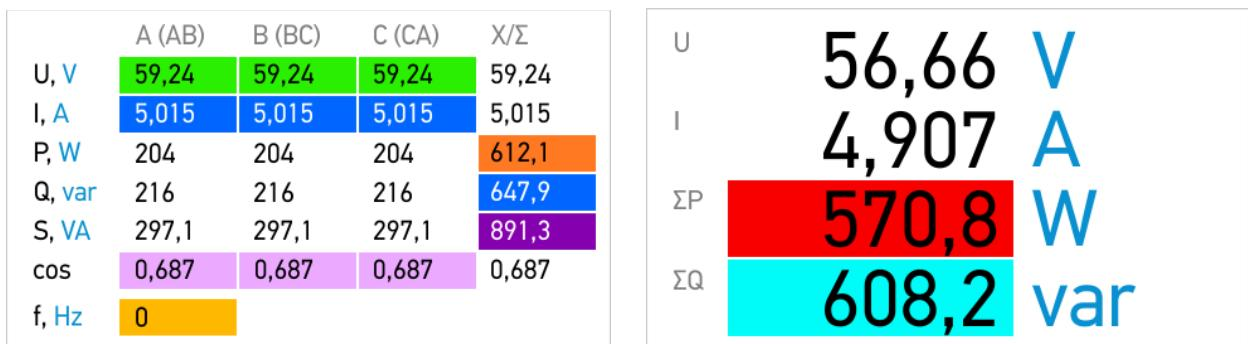

Рисунок 5.5. «Измерения» -> «Цифры».
- Таблица (все измеряемые параметры; рис. 5.5 слева)
- Частота (F);
- Настраиваемое представление (четыре любых параметра из перечня: Ucp, Icp, F, Рсумм, Qсумм, Scумм, cos cp, Wp+, Wp-, Wq+, Wq-; рис. 5.5 справа).